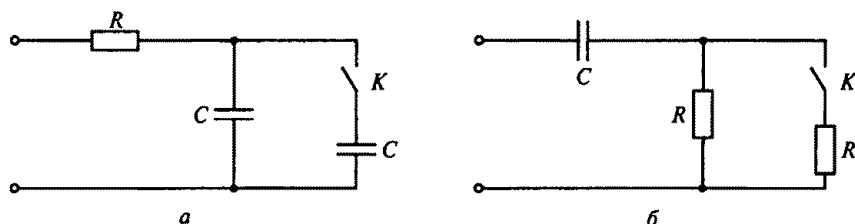

Рис. 139
4.4. Как изменятся постоянные времени τ_a и τ_b контуров, показанных соответственно на рис. 139, а и б, если замкнуть ключ К? (Указать неправильный ответ.)